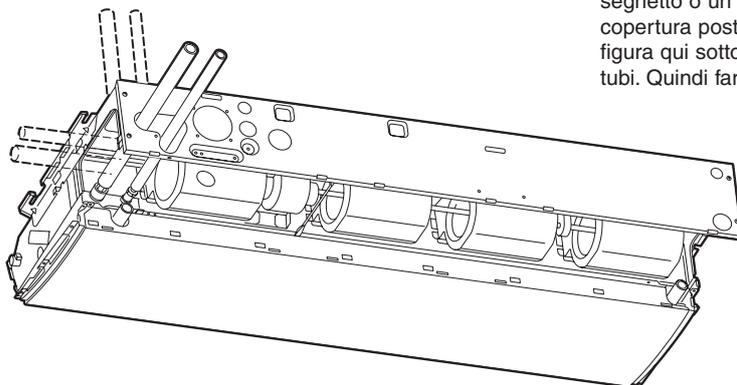

Fig. 3-51
* Se il tubo flessibile di scarico viene fatto passare attraverso il lato sinistro, fare riferimento alla fig. 3-51 e seguire il procedimento qui sopra per installare il tubo flessibile.